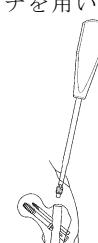

図 6
- 1) T レンチ又はドライバーにてエンドキャップを抜去します。（図 6）